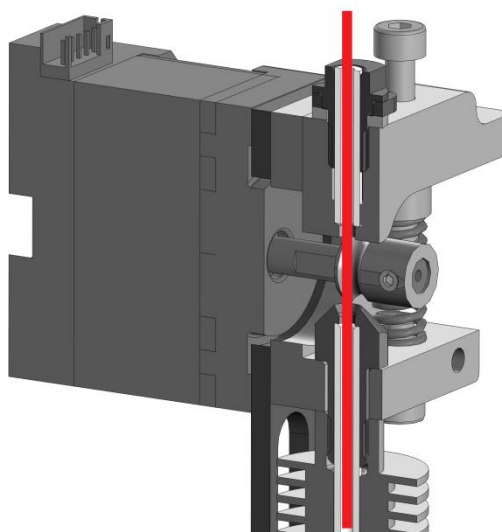

Рисунок 3 – Установка винта крепления экструдера и отверстия в рычаге соосно
6. Собранный узел закрепите на корпусе экструдера, вкрутив в радиатор винт и затянув его с помощью рожкового ключа на 10. На данном этапе необходимо соблюсти соосность отверстий, через которые проходит филамент в экструдере. Для этого перед затяжкой радиатора вставьте в экструдер прямой кусок филамента и зафиксируйте радиатор в таком положении, чтобы пластик проходил через экструдер без перекоса (рисунок 3).